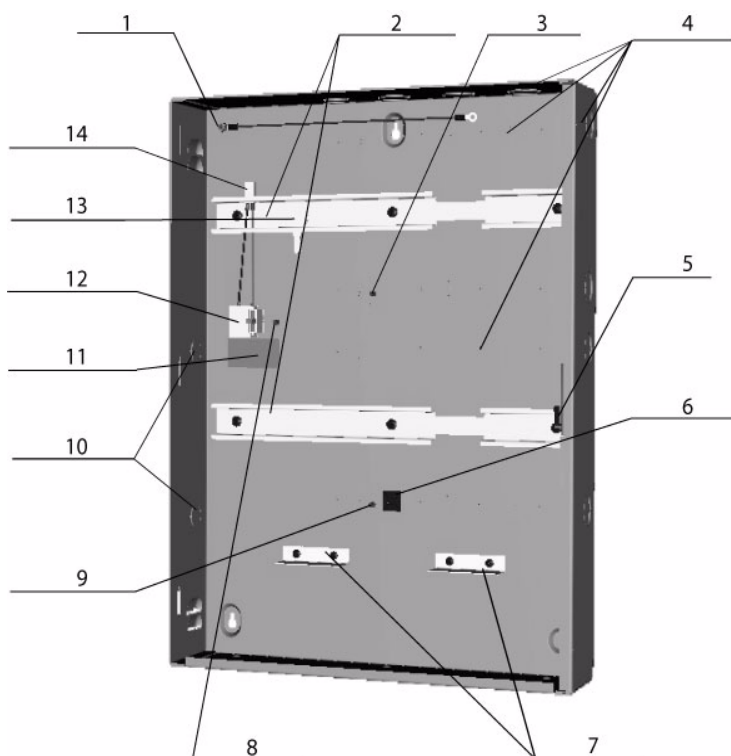

Figura 5 Partes do gabinete
1. Monte o AMC no trilho (item **2** na *Figura 5*) e coloque a fonte de alimentação ao lado. O segundo trilho de montagem foi planeado para a placa de extensão.
2. Coloque as baterias recarregáveis na parte inferior do gabinete e **fixe-as por debaixo dos suportes de fixação da bateria** (item **7** na *Figura 5*).